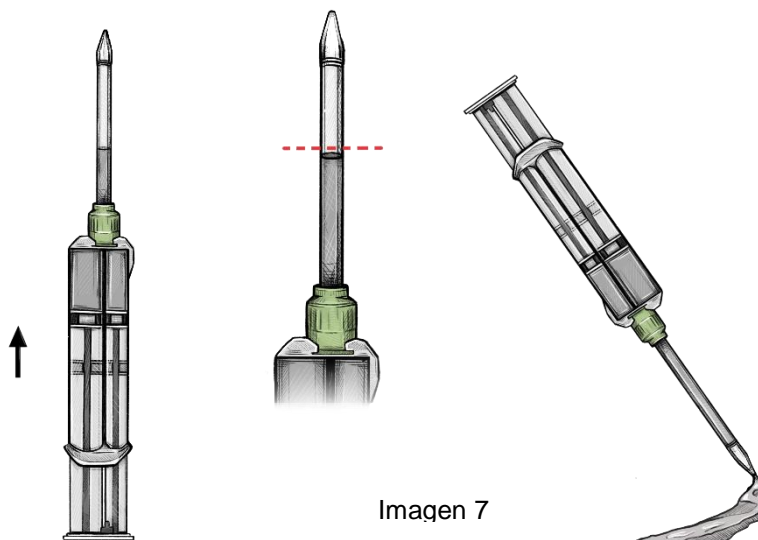

Imagen 7
12. Cee la punta del aplicador comprimiendo el émbolo hasta que la punta del aplicador se llene de soluciones y se expulse una cinta de aproximadamente 3 cm de largo de NE'X Glue® sobre una superficie desechable estéril (por ejemplo, una gasa). Se recomienda comenzar el cebado con la jeringa en posición vertical hasta que la mitad de la punta del aplicador se llene de soluciones. Cuando las soluciones llenen aproximadamente la mitad de la punta del aplicador, siga comprimiendo el émbolo y apunte la punta hacia abajo en ángulo hacia una superficie estéril para expulsar la cinta de NE'X Glue® (fig. 7).